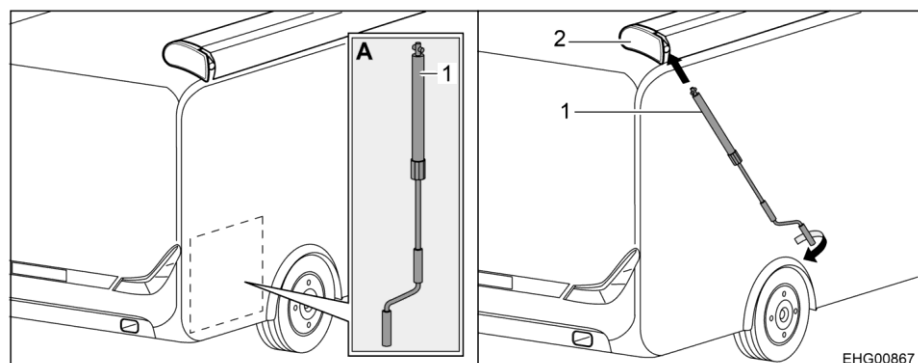

Fig. 45 Mettre la manivelle en place
- Prendre la manivelle (Fig. 45,1) dans le garage arrière (Fig. 45,A).
- Emboîter la manivelle dans la douille à baïonnette (Fig. 45,2) du store extérieur.